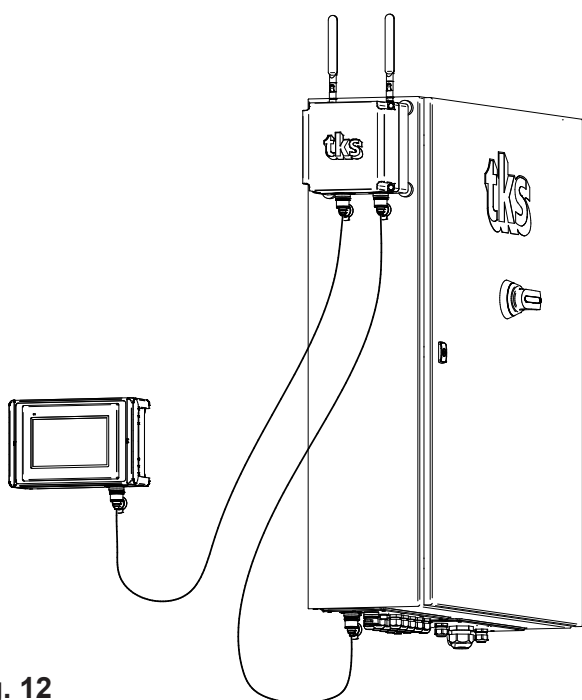

Fig. 12
- Plasser kommunikasjonsboks med antenner øverst på siden av styreskapet. Rett opp antennene slik at de har fri sikt. Plugg i kort kabel til styreskapet og lang kabel til styreboksen. **Se fig. 12**